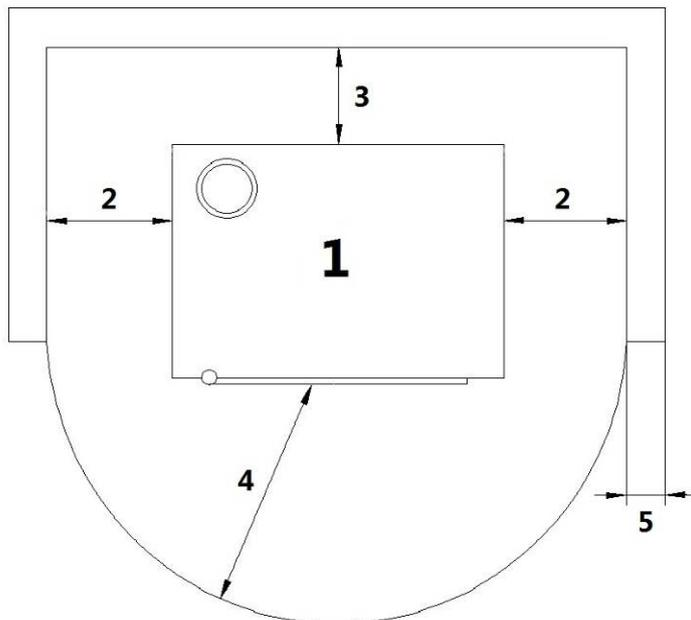

Fig 13 - Installazione generica
### LEGENDA Fig 13
- È obbligatorio installare la stufa staccata da eventuali muri e/o mobili, con un giro d'aria minimo di 200 mm ai lati, di 150 mm sul retro, per consentire un efficace raffreddamento dell'apparecchio e una buona distribuzione del calore nell'ambiente (vedi **Fig 13 a pag. 17**).
- Per le norme di sicurezza antincendio si devono rispettare le distanze da oggetti infiammabili o sensibili al calore (divani, mobili, rivestimenti in legno ecc...) come riportato in **Fig 13 a pag. 17**.
- Se le pareti sono in materiale infiammabile, verificare le distanze di sicurezza ( vedi **Fig 13 a pag. 17**).